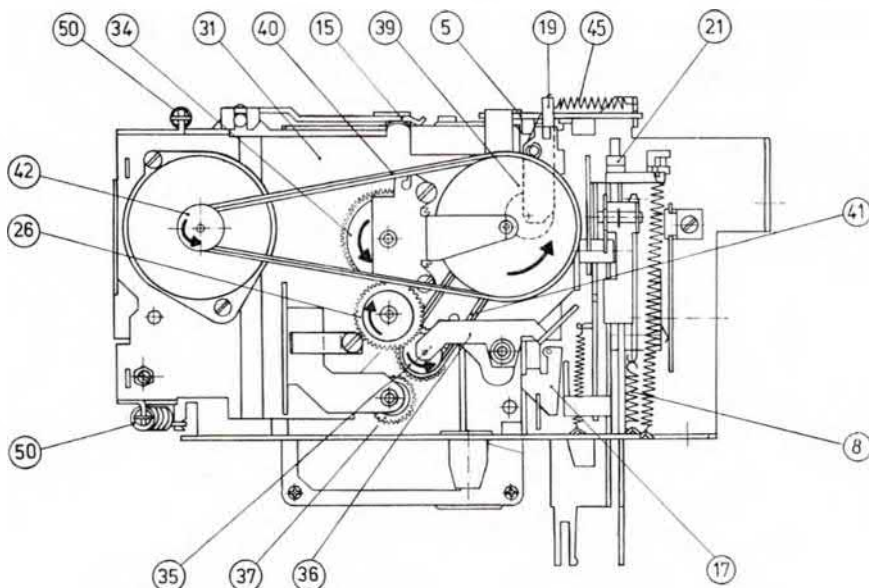

Bild 2.3.
2.1.3. Funktion „Wiedergabe“ (Bild 2.3.)